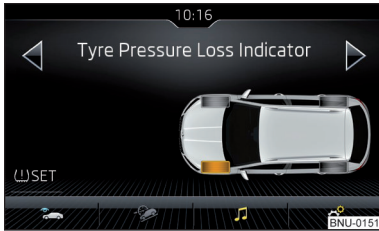

Abb. 296
- Die Funktionsfläche **SET** antippen » Abb. 296.
Bei aufleuchtender Kontrollleuchte im Kombi-Instrument kann im Infotainment der betroffene Reifen angezeigt werden » Abb. 296.